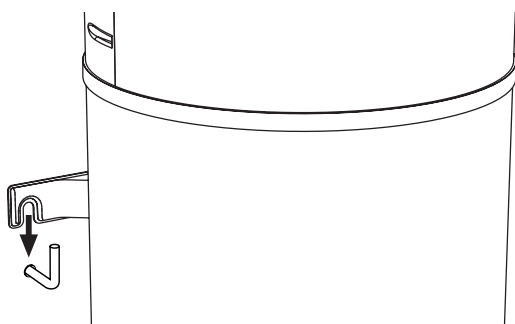

fig. 31 - Fijación a la pared
- Enganchar la caldera con el soporte de fijación (fig. 31).